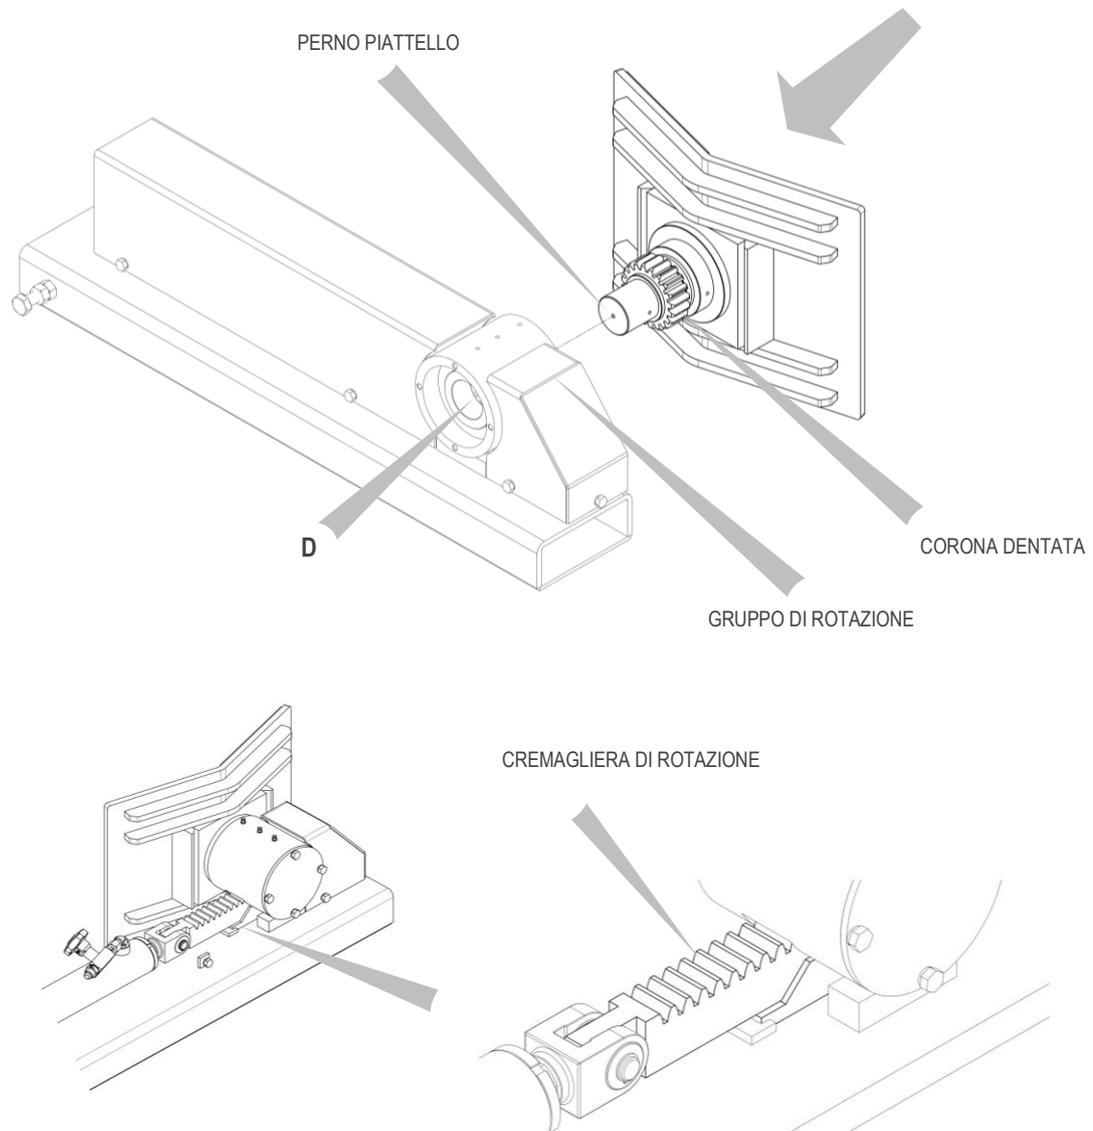

Figura 20
4. Posizionare il perno del piattello in asse con il gruppo presa e, mantenendolo parallelo con il piano della forca, inserire il piattello nel gruppo presa facendo attenzione ad ingranare la corona dentata con la cremagliera di rotazione (vedi Figura 20)